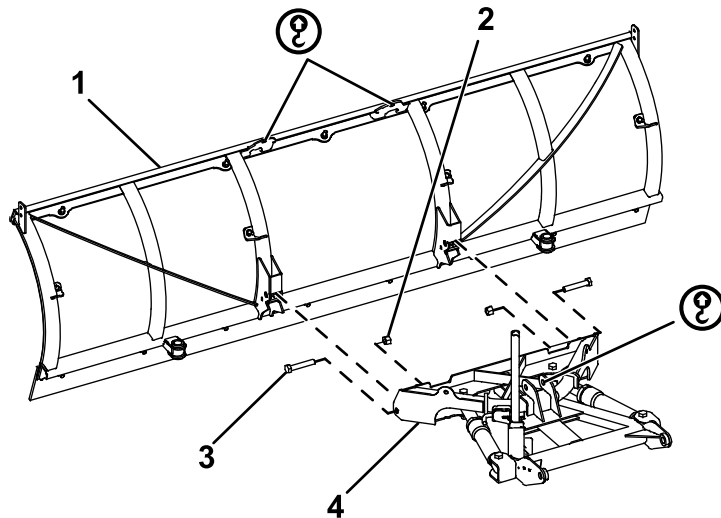

Bild 3
1. Befestigen Sie die Vorderseite des Schubrahmens mit zwei Schrauben ($\frac{5}{8}$ " x 4") und Sicherungsmuttern am Schneeschild (Bild 3). Ziehen Sie die Schrauben mit 153 N·m an.